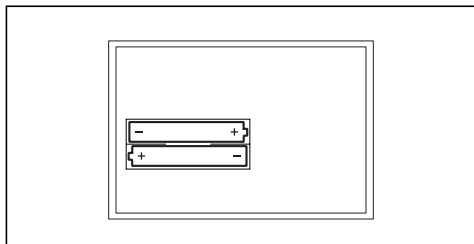

Fig. 4.2 Changement de la pile
- Remplacez les piles (2x AAA-LR03; Fig. 4.2). Veillez à respecter la polarité des piles.